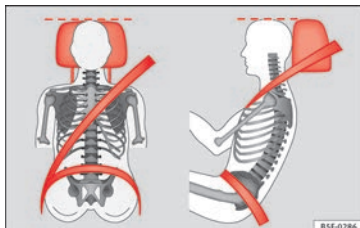

Abb. 84 Richtig eingestellte Kopfstütze von vorne und seitlich betrachtet.
- Stellen Sie die Kopfstützen so ein, dass sich die Oberkante der Kopfstütze möglichst auf einer Linie mit dem oberen Teil des Kopfes, jedoch nicht niedriger als Augenhöhe befindet » **Abb. 84.**